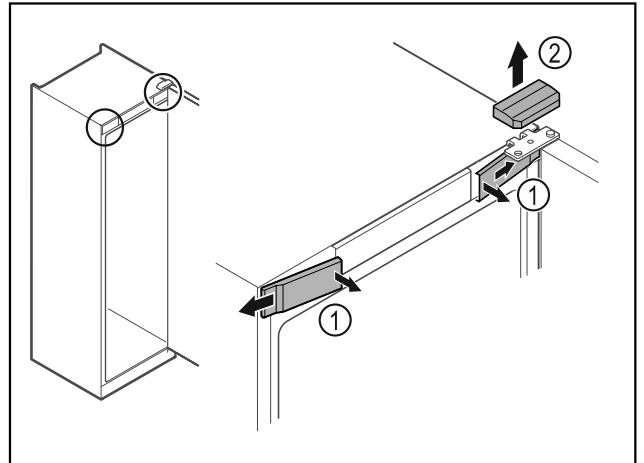

Fig. 11
- ▶ Décrocher les caches avant Fig. 11 (1) du côté intérieur et les retirer vers l'extérieur.
- ▶ Retirer le cache supérieur Fig. 11 (2) vers le haut.